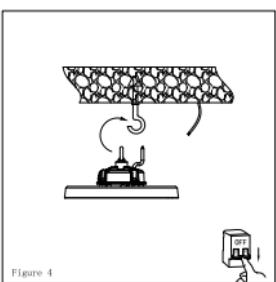

Figure 4
4. Agganciare l'ufo al gancio. (fig.4)